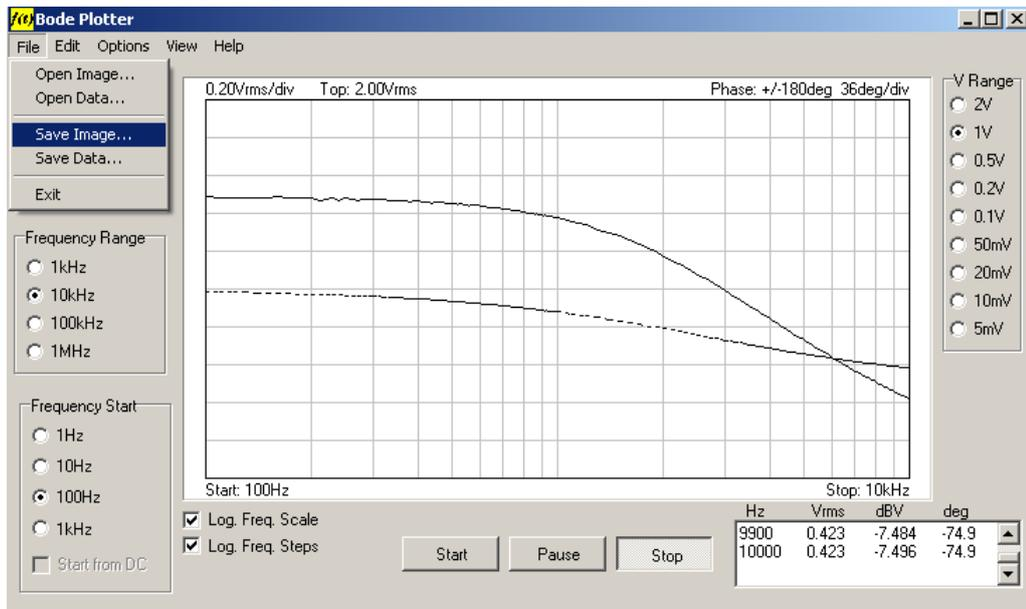

Рис. 4. Сохранение изображения графиков.
- 5.1. В меню файл выберите «Save Image» (Рис. 4)